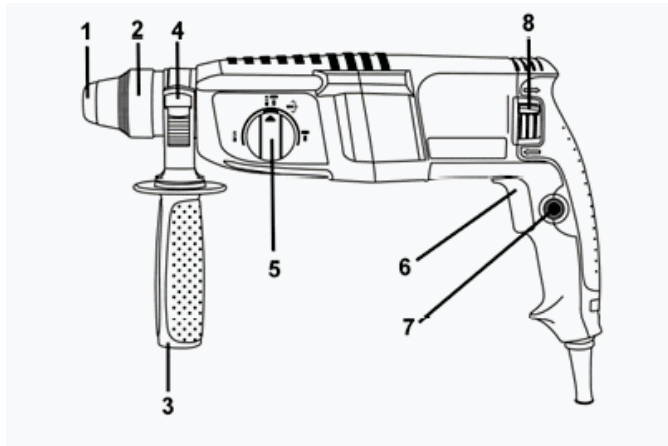

Рисунок 1
4.1 Выберите необходимый режим работы изделия с помощью переключателя (5) (см. рисунок 1, таблицу 2). При необходимости изменения угла наклона насадки при выполнении долбежных работ произведите необходимые операции, описанные в пункте 4.5. Если необходимо установить сверлильный патрон – установите его в патрон SDS-plus через адаптер.
4.2 Для включения изделия нажмите на курок выключателя (6) (рисунок 1). Для отключения изделия следует курок отпустить.